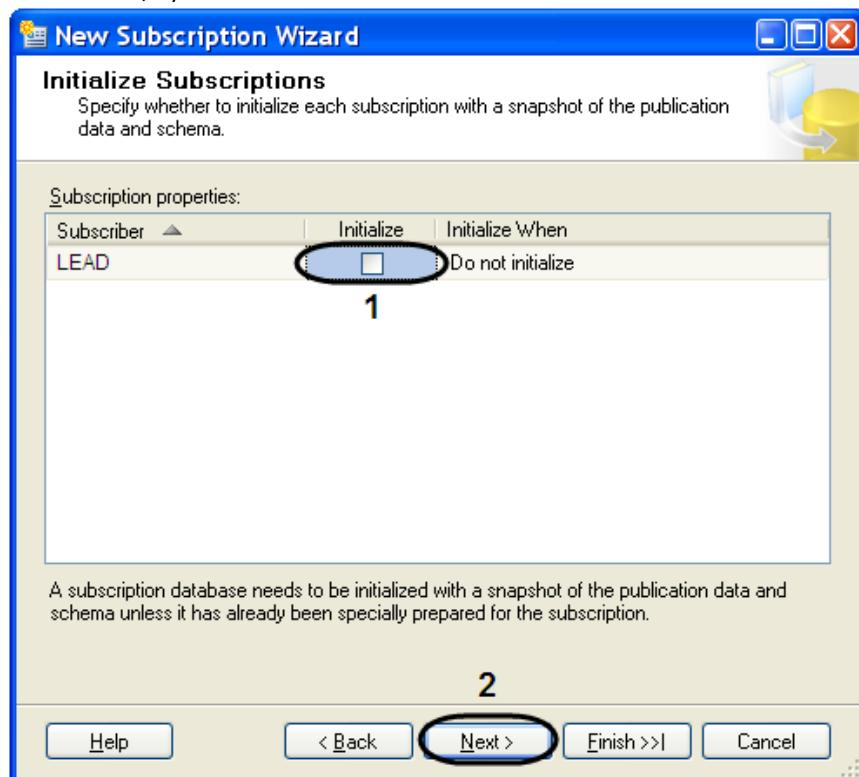

Рис. 11.3—21. Инициализация подписчика
- 20.2. В случае добавления второго и последующих серверов снять флажок «Initialize» (Рис. 11.3—21, 1).
21. Для продолжения нажать кнопку «Next» (см. Рис. 11.3—21, 2).